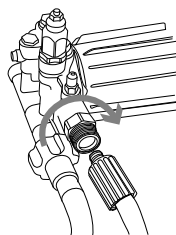

Figure 2-14. Raccorder le tuyau haute pression à la pompe
4. Voir Figure 2-14. Raccorder le tuyau haute pression à la pompe et serrer à la main.